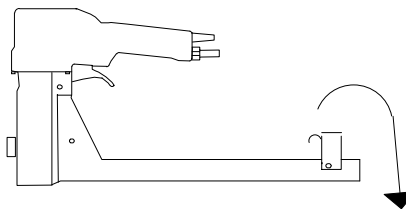

Fig 5
**E** Grasp the pusher and let the magazine breech down to close the breech catch again (Fig. 5). Slide the pusher *gently* forwards, until it touches the staples (Fig. 6).
**S** Fatta fingergreppet igen och fäll ned det helt tillsammans med slutstycket, så att slutstycksspärren går i ingrepp (Fig. 5). Fingergreppet föres *varsamt* framåt, till frammataren berör klammerna (Fig. 6).
**D** Greifen Sie den Bügel des Klammerschiebers und kippen Sie das Magazinverschlussstück nach unten bis es einrastet (Fig. 5). Führen Sie den Schieber *vorsichtig* nach vorn, bis er hinten an den Klammern anliegt (Fig. 6).
**F** Saisissez de nouveau le pousseur et rabattez le ferموir jusqu'à ce que le cliquet s'engage (Fig. 5). Avancez le pousseur *avec précaution* jusque'à ce qu'il touche les agrafes (Fig. 6).